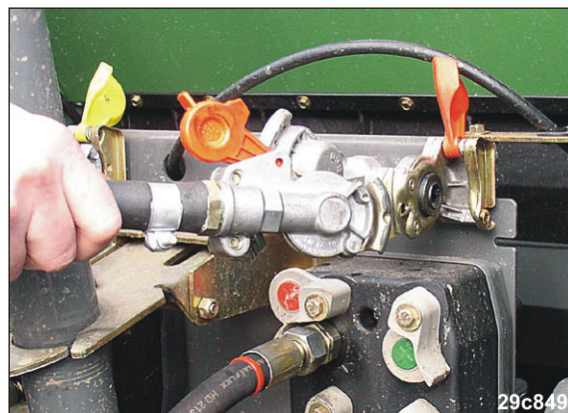

Рис. 137
2. Отсоедините соединительную головку (Рис. 137) питающей магистрали (красного цвета).